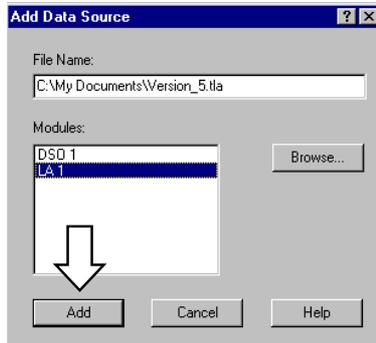

図 2-81 : ファイル名とデータ・ソースを指定した[Add Data Source]ダイアログ・ボックス
- [Add Data Source]ファイル・ダイアログ・ボックスが閉じ、図 2-81 のような [File Name:]ボックスに選択されたファイル名、およびファイルに含まれるデータのモジュール名が[Add Data Source]ダイアログ・ボックスの[Modules:]リスト・ボックスに表示されるので、モジュールを選択して、<Add>ボタンをクリックします。